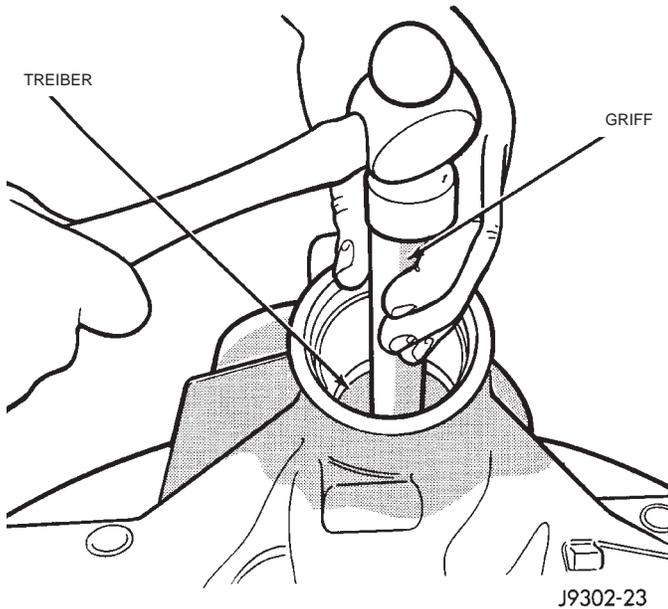

Abb. 40 Innere Lagerschale ausbauen
(8) Die innere Lagerschale mit Werkzeug D-149 und Griff C-4171 aus dem Differentialgehäuse ausbauen (Abb. 40).
(9) Die Beilagen zur Tiefeneinstellung aus der Bohrung des Differentialgehäuses ausbauen und aufbewahren. Die Stärke der Beilagen mit einer Mikrometerschraube messen und notieren.